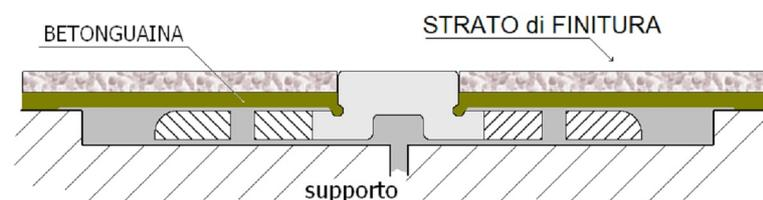

Fig. 6
- In seguito applicare la finitura estetica presecelta, seguendo le specifiche istruzioni di posa (vedi Fig. 6).